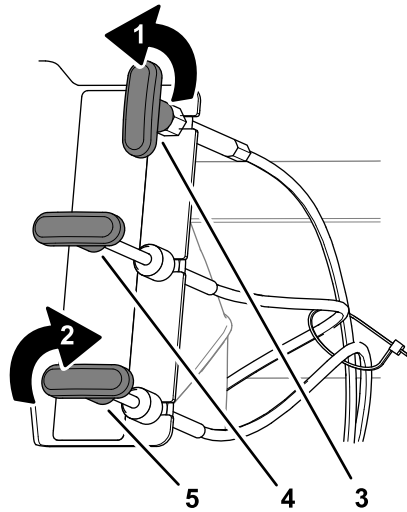

Figura 19
1. Gire la maneta de control de la compuerta de la tolva en sentido antihorario para desbloquear el control (Figura 19).
3. Gire la maneta de control de la compuerta de la tolva en sentido horario para bloquear el control (Figura 19).
1. Gire la maneta de control del deflector en sentido antihorario para desbloquear el control (Figura 19).
3. Gire la maneta de control del deflector en sentido horario para bloquear el control (Figura 19).
1. Gire la maneta de control del difusor en sentido antihorario para desbloquear el control (Figura 19).
3. Gire la maneta de control del difusor en sentido horario para bloquear el control (Figura 19).